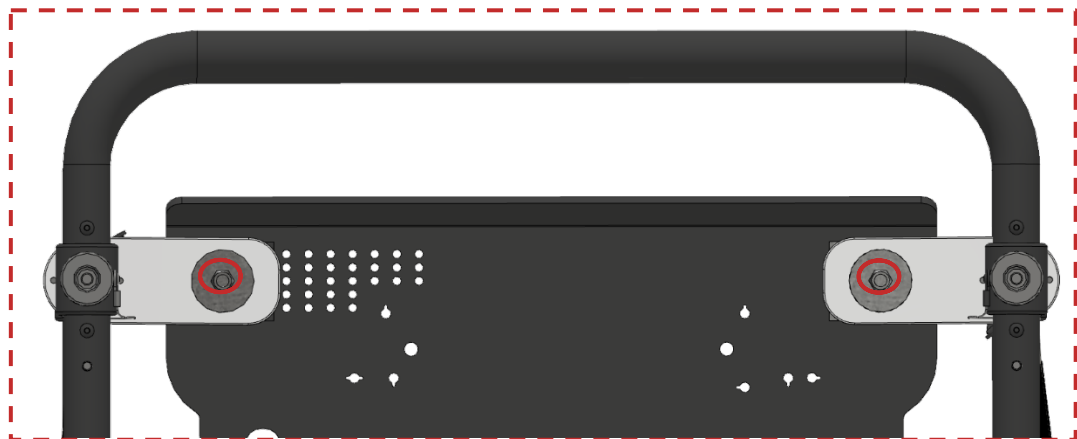
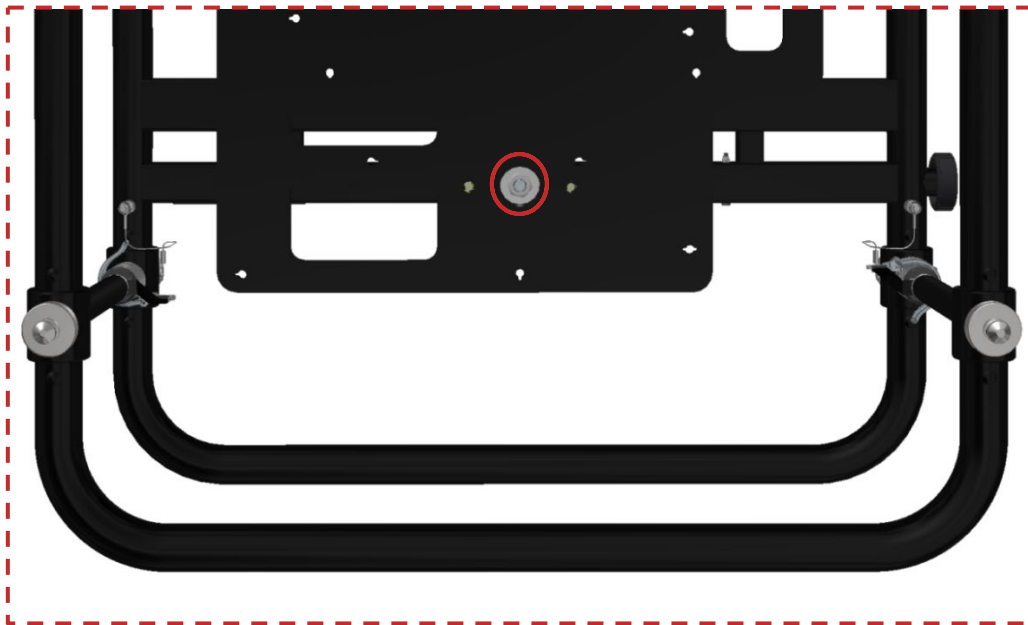

Abbildung 24 Muttern auf der vorderen Unterseite, die mit rotem Wachs versiegelt sind
Abbildung 25 Mutter auf der mittleren Oberseite, die mit rotem Wachs versiegelt ist
- Auf die drei Schrauben und Muttern auf den beiden obigen Bildern (Abbildung 24 und Abbildung 25) ist rotes Siegelwachs aufgetragen, um sicherzustellen, dass die Muttern immer in derselben Position sind und niemand versucht sie festzuziehen oder zu lösen.
Bis auf die drei im vorigen Abschnitt beschriebenen Muttern (siehe Abbildung 24 und Abbildung 25) kontrollieren Sie bitte mit entsprechendem Werkzeug, dass alle anderen Schrauben fest angezogen sind.